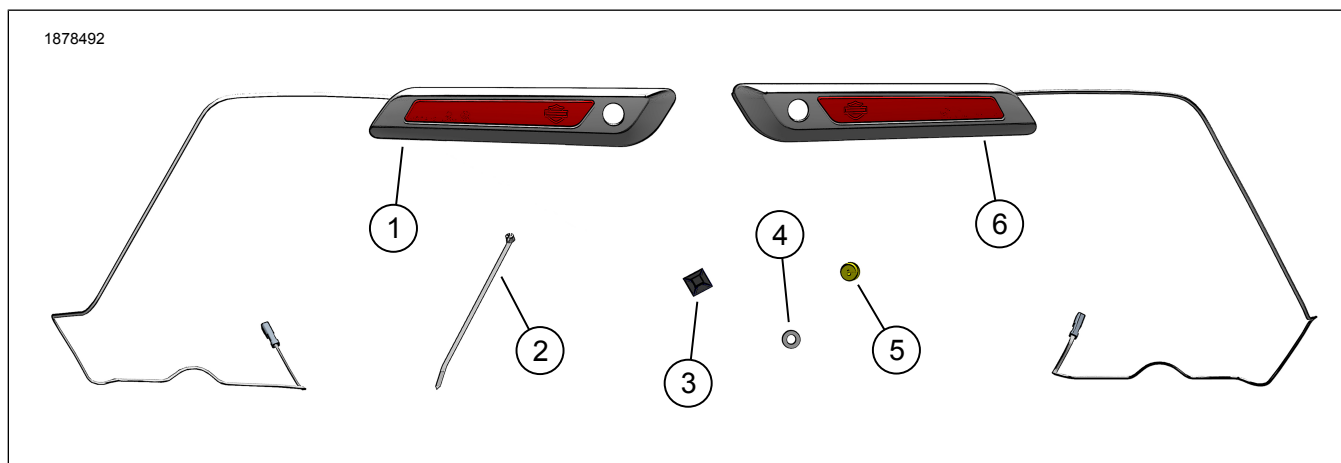
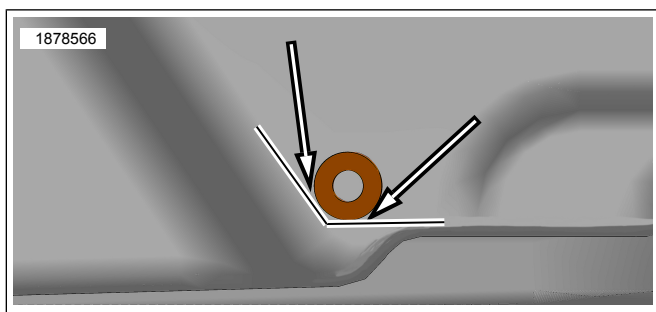

Figura 1. Conteúdo do kit: Kit de Luzes Indicadoras Laterais de Alforje
Figura 5. Localização da Perfuração do Orifício Inferior do Alforje
- b. Ver Figura 1 e Figura 5. Use uma anilha plana (4) do kit como um guia de localização de perfuração, colocando a anilha plana contra a superfície do alforje, com o raio a tocar na parte lateral e no fundo do alforje.
Ver a Figura 1. e Ver a Figura 6. Encaminhe o chicote de fios por dentro do alforje conforme apresentado e fixe-o com abraçadeiras (2) e ancoragem (3), conforme necessário para manter a colocação do chicote de fios.